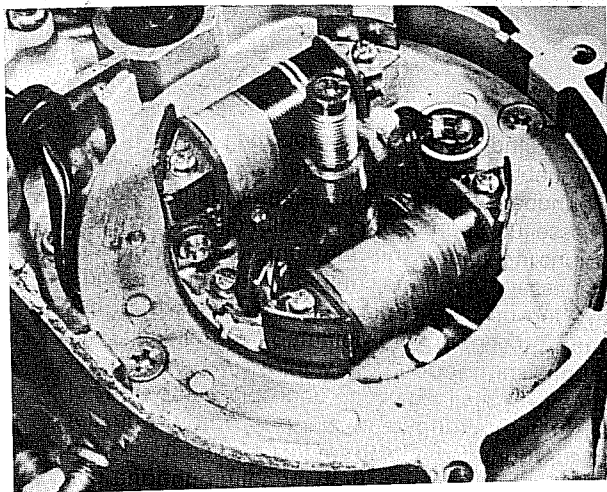

Bild 93
- Der Kondensator ist unterhalb der Kurbelwelle in der Grundplatte des Magnetzünders untergebracht und wird von einer einzigen Schraube gehalten, die durch eine an den Kondensatorkörper angelötete Blechlasche führt. Soll er ausgebaut werden, so müssen die drei Leitungen an seinem Kopf abgelötet werden, die zur Zündmagnetspule, zum Unterbrecherkontakt und zur Zündspule gehen. Die Leitung zum Unterbrecherkontakt könnte man zwar auch dort an der Schraube lösen, doch die beiden anderen Leitungen sind fest verlegt (Bild 93).